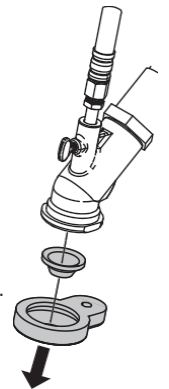

Fig. 11
2. Rimuovere l'ugello della pistola a spruzzo e il fermo. (Fig. 11)